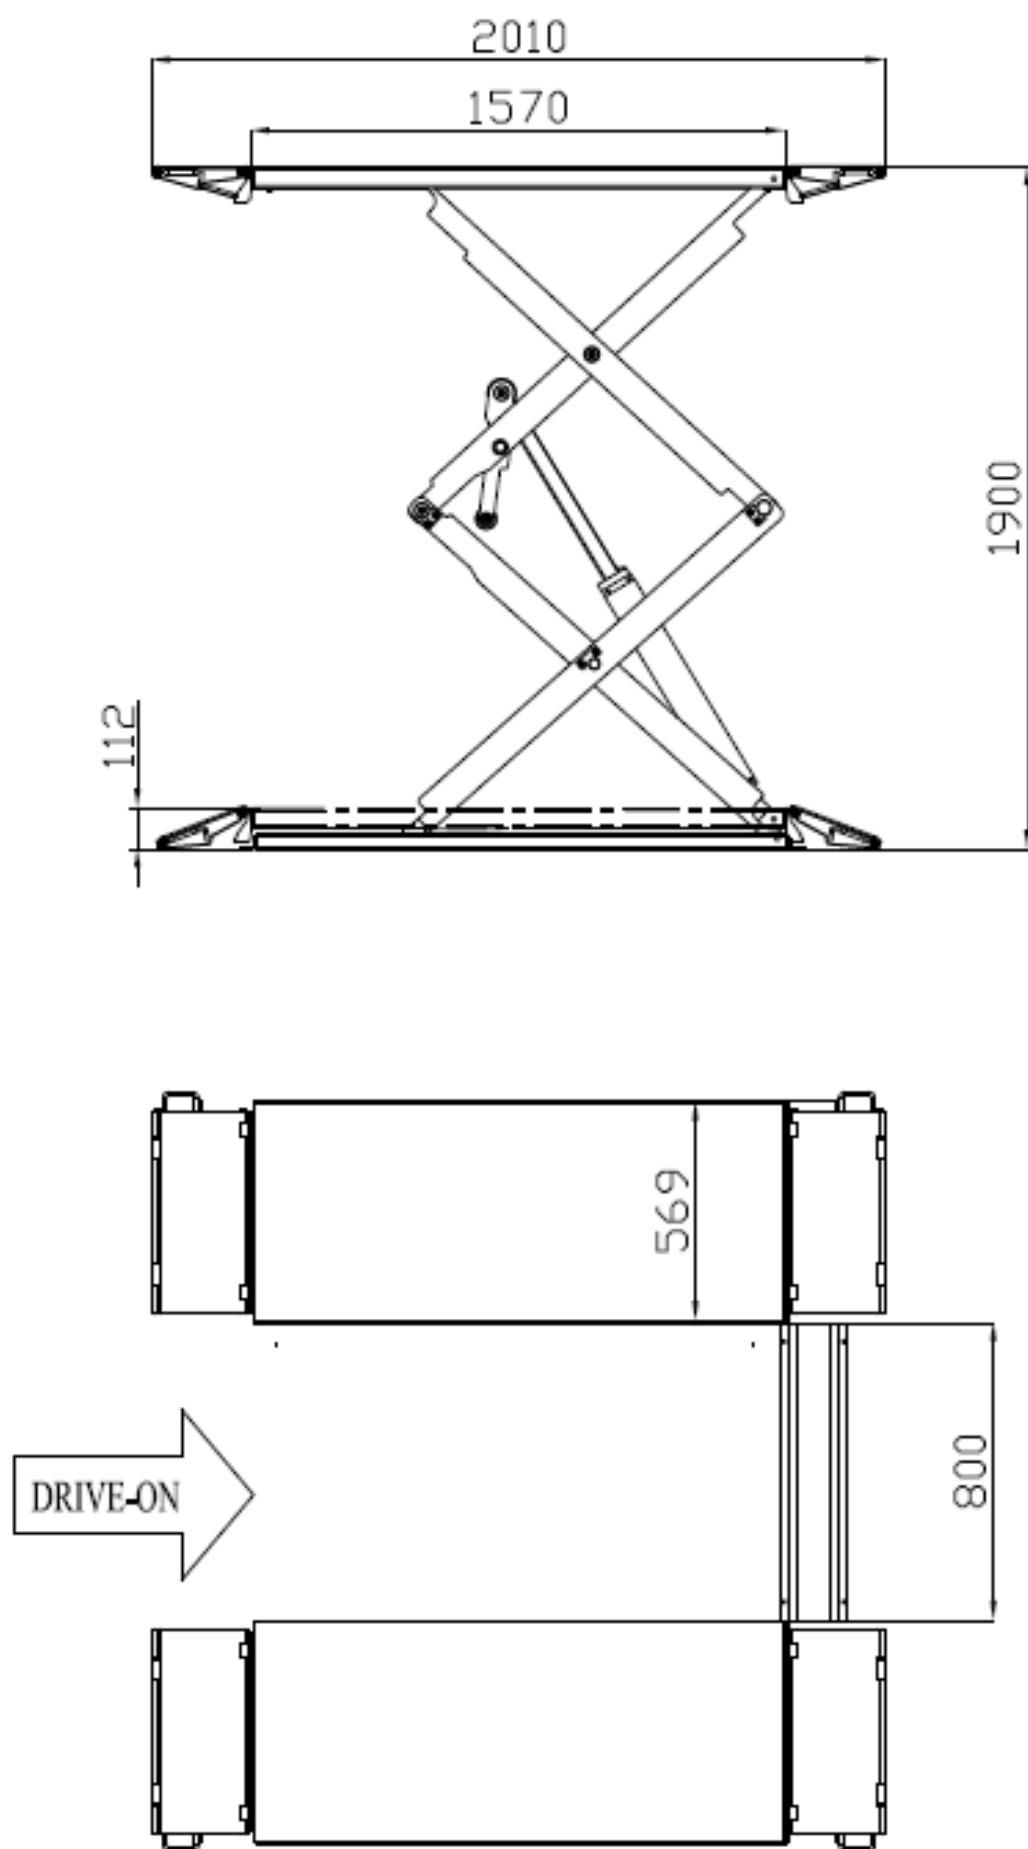

Рис.2
5.1 Габариты и основные технические характеристики (см. Рис. 2)
- Спланируйте расположения подъемника исходя из данных представленных на рис.2, с помощью мела начертите схему расположения рамы основания, с учетом направления заезда на подъемник.